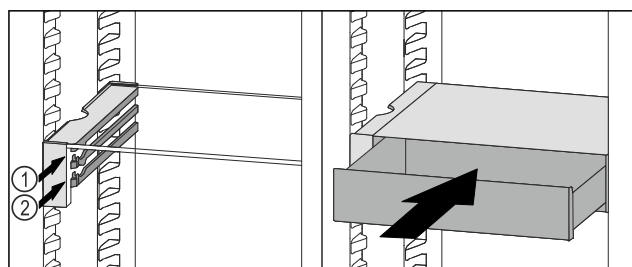

Fig. 182
- Nasaďte zásuvku VarioSafe za zarážku na požadovaném žebře Fig. 182 (1) nebo Fig. 182 (2).